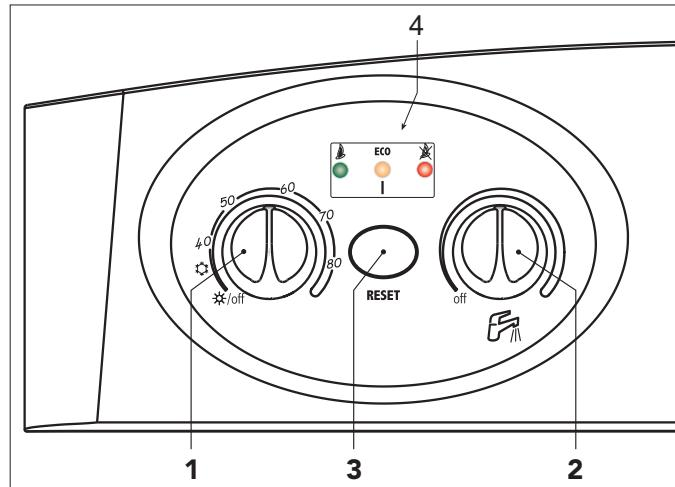

fig. 1
Durante o funcionamento normal, o controlo de diagnóstico da caldeira envia informações relativas ao estado da mesma através dos leds (4 - fig.1):
Rode ambos os botões para o mínimo (ref. 1 e 2 fig. 1).
Para programar a temperatura do caudal do circuito, rode o respectivo botão (ref. 1 - fig. 1).
Para regular a temperatura da água quente sanitária, rode o respectivo botão (ref. 2 - fig. 1).